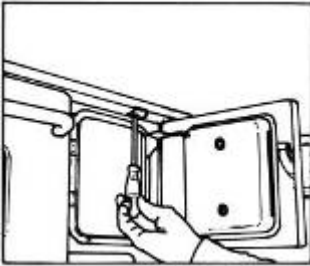

Bild 29
- An der feuerseitigen Seitenwand, oben die beiden Schrauben herausdrehen. Die Seitenwand etwas herauskippen und nach oben abziehen (Bild 29 + 30 B).
- Den Fühler der thermischen Ablaufsicherung in die jetzt zugängliche Tauchhülse bis zum Anschlag einführen (Bild 29 + 30 C).
- Schutzschlauch in der Tauchhülse festklemmen und nach hinten herausführen (Bild 29 + 30 D).
- Danach die andere Seite der Herdstange an den Rahmen befestigen (Bild 29)